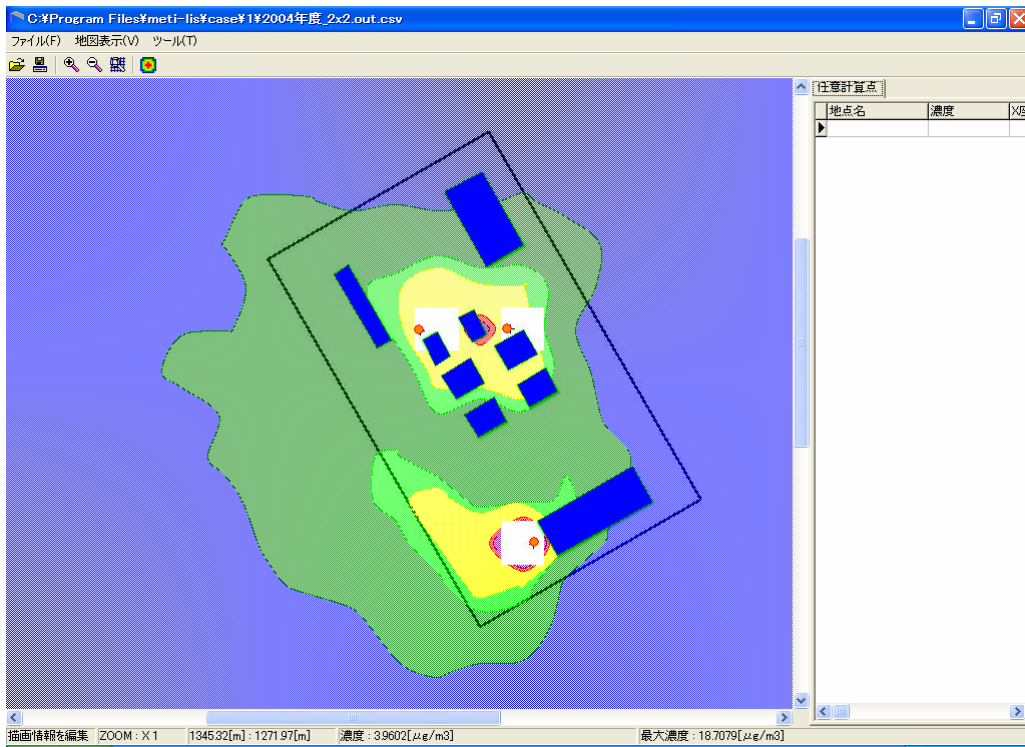

図 6.5-41 計算結果の表示 (3)
- 6) 図 6.5-41 の最大濃度は敷地内に出現しているなので、敷地外で最も濃度が高くなる場所を探します。丁度、 $4.6 \mu\text{g}/\text{m}^2 \sim 15 \mu\text{g}/\text{m}^2$ のコンターが敷地境界にかかっています。カーソルの位置と計算点位置が合うとステータスバーの左側に濃度が表示されますので、敷地境界の内と外にカーソルを移動させて、外側で最大となる濃度を探します。表示が変わらない場合は、直前の計算点の濃度を表示していますので、カーソルをいろいろ動かしてみてください。図 6.5-41 ではステータスバー左側で $3.9602 \mu\text{g}/\text{m}^2$ になります。この濃度を評価で使用します。